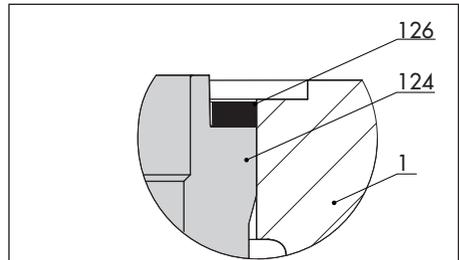

Bild 9-3: Dichtung (126)
1. Gehäusemuttern (14) schrittweise über Kreuz abschrauben.
2. Joch (60), Oberteil (2) und Kegel mit Kegelstange (5) vom Gehäuse (1) abheben.
3. Flachdichtung (17), Ausgleichsringe (125) und Dichtungen (126) entfernen.
5. Erforderliche Anzahl der Dichtungen (126) wie in Kap. 9.4.5 beschrieben ausmessen. Neue Dichtungen (126) in
die Nut der Sitzhalterung (124) einlegen, vgl. Bild 9-3.